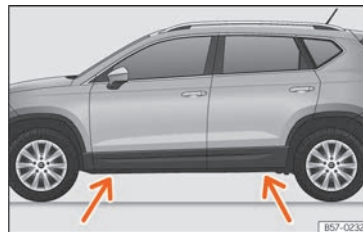

Fig. 78 Traverse : repères.
- Recherchez sur le bas de caisse la marque du point d'appui du cric (zone renforcée) le plus proche de la roue à changer » » **fig. 78.**